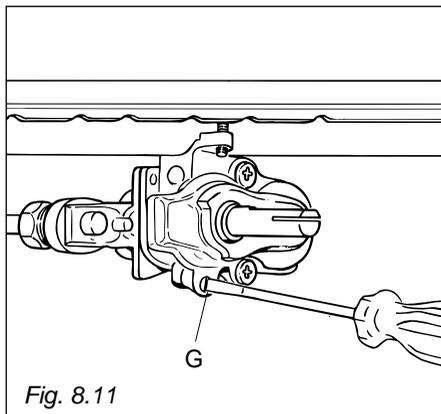

Fig. 8.11
- Sfilare la manopola del termostato e passando attraverso il foro del frontale con un cacciavite a taglio, svitare di circa un giro la vite by-pass **G** (fig. 8.11).
- Avvitare lentamente la vite by-pass **G** (fig. 8.11) fino all'ottenimento di una fiamma lunga 3-4 mm.